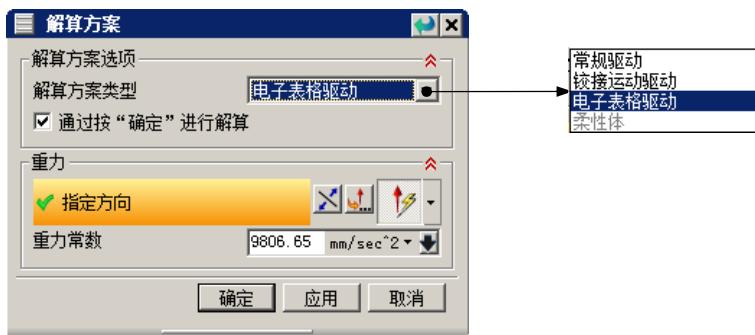

图 7.5.5 “解算方案”对话框
(1) 选择下拉菜单**插入(S)** →  **解算方案(I)…**命令，系统弹出“解算方案”对话框；在**解算方案类型**下拉列表中选择**电子表格驱动**选项，选中对话框中的✓ 通过按“确定”进行解算复选框；如图7.5.5所示。